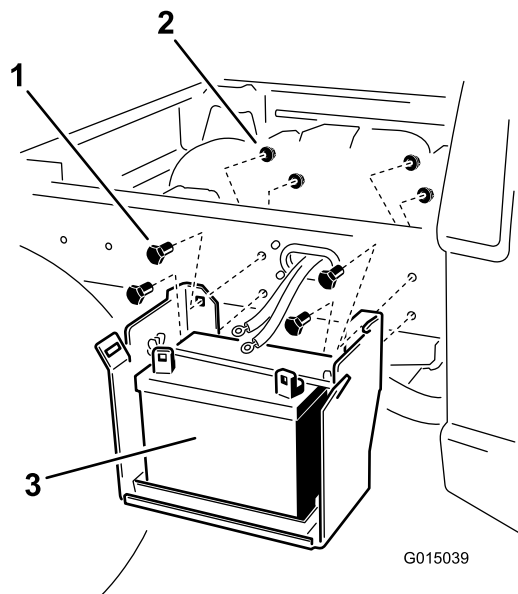

Figura 5
4. Retire os dispositivos de fixação que prendem a bateria e conjunto de suporte à estrutura da máquina (Figura 5).